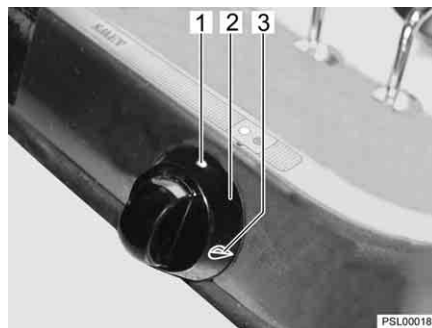

Bild 66 Bedienelemente für Gaskocher
- Drehregler (Bild 66,2) der gewünschten Brennstelle auf Zündposition (große Flamme, Bild 66,3) drehen.
- Drehregler auf 0-Stellung (Bild 66,1) drehen. Die Flamme erlischt.